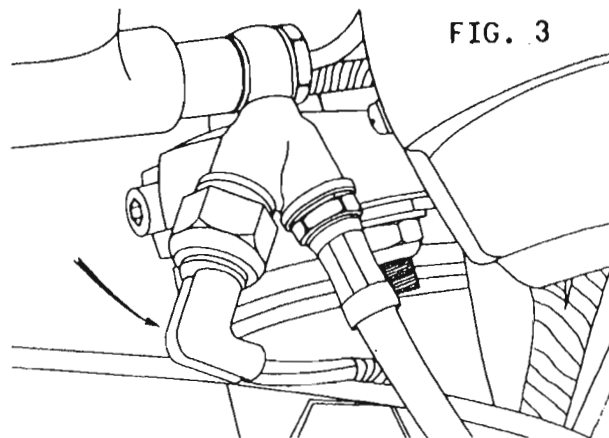

FIG. 3
- Déconnecter les 2 fils au contacteur stop sur le raccord banjo (figure 3)